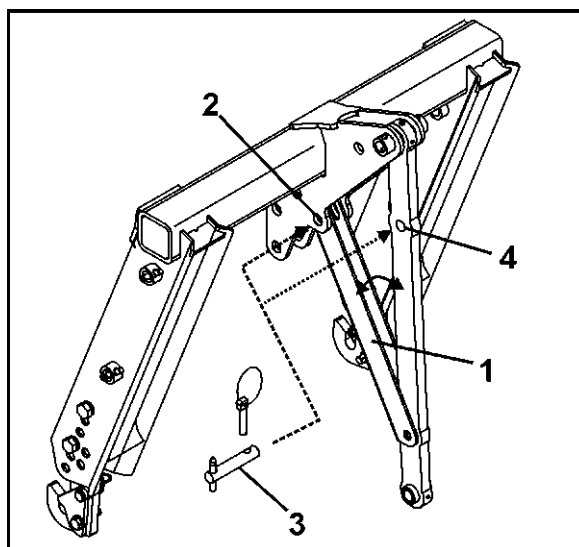

Рис. 50
3. Перевод предохранительной распорки (Рис. 50/1)
- в транспортировочное положение (Рис. 50/2),
- в парковочное положение (Рис. 50/4).
4. Зафиксируйте предохранительную распорку с помощью пальца (Рис. 50/3) и застопорьте пружинным фиксатором.